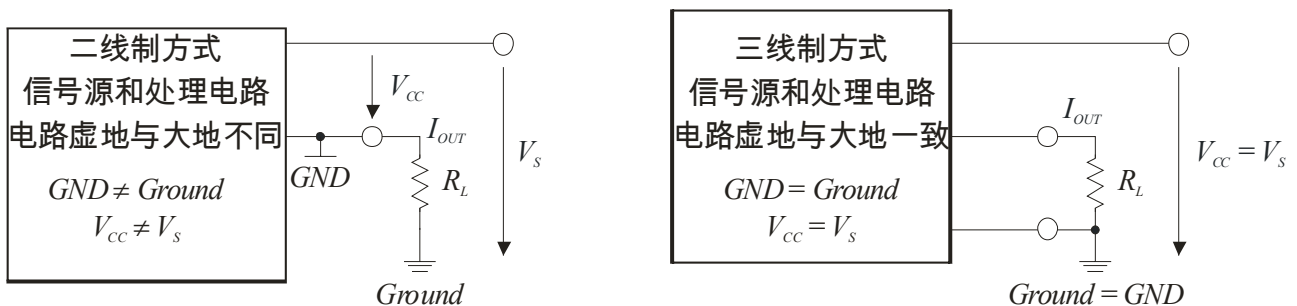
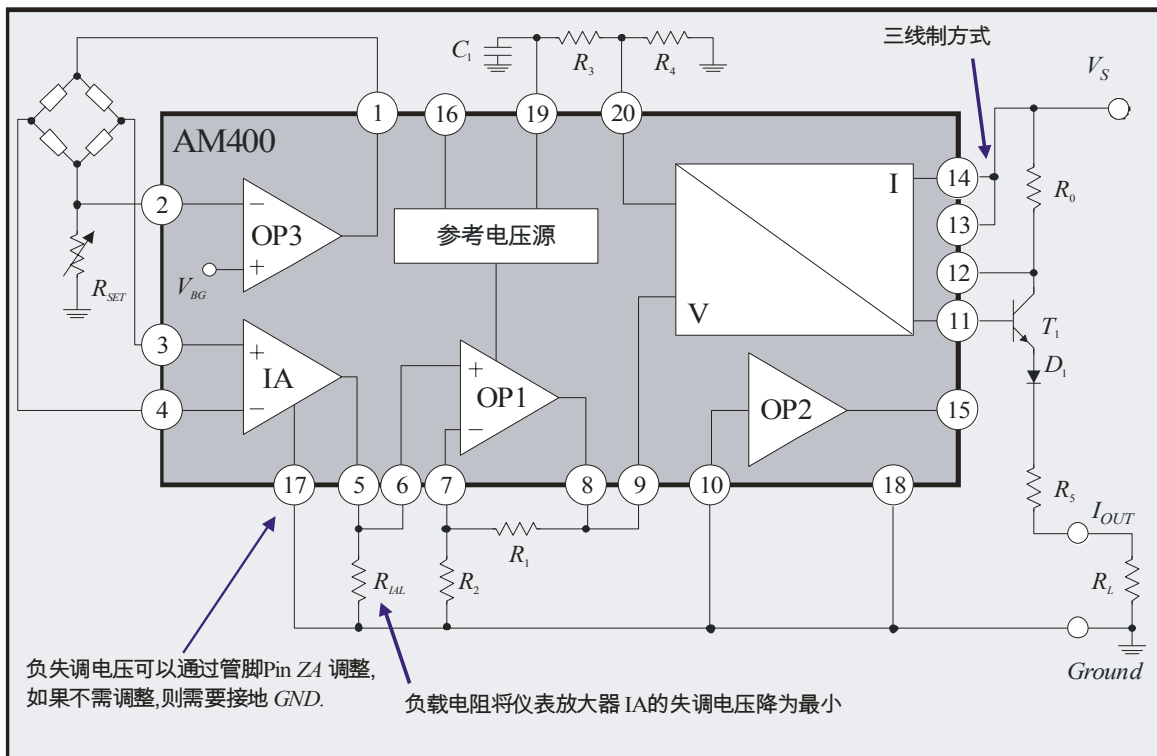
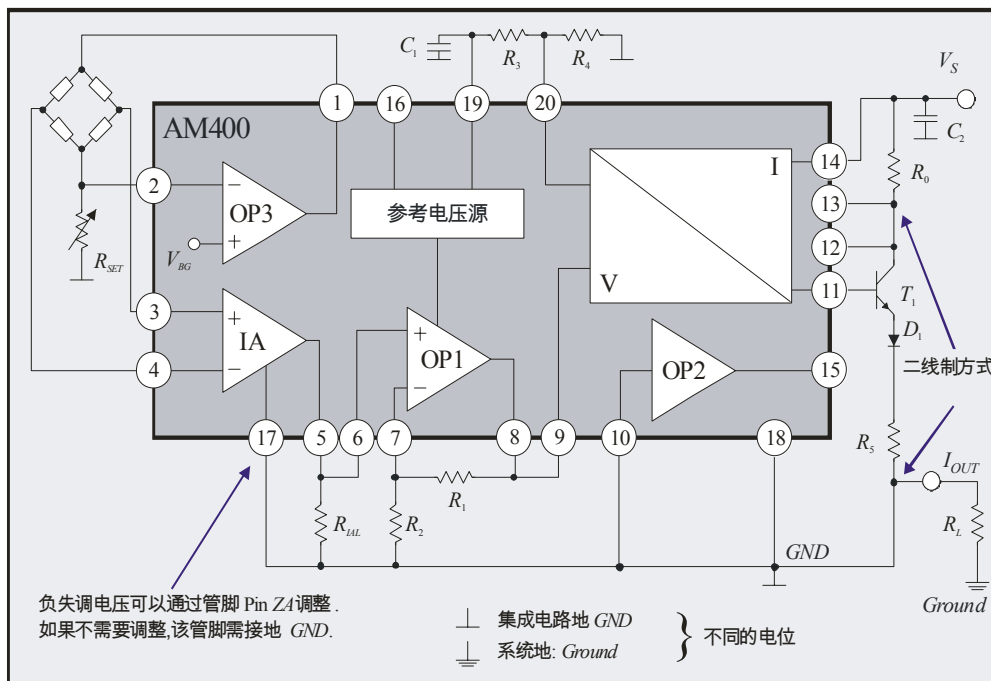
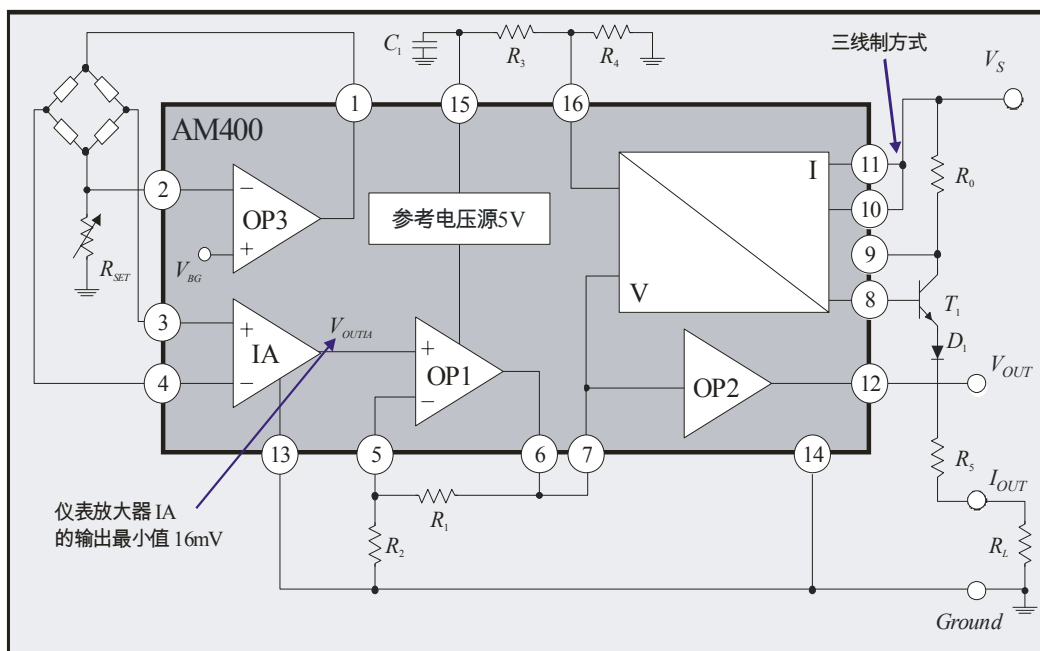

图 3: 二线制或三线制电流输出的区别
图 5: 用于差分信号处理的三线方式电路图
图 7: 典型的二线输出方式用与差分信号输入¹
图 8: 16 管脚封装的 AM400SO 应用电路（三线方式）
4. 一个电压控制的电流输出级提供的电流信号通过一个外接三极管 T_1 输出电流 I_{OUT} 。外接三极管降低了集成电路的耗散功率。当外接电源极性接反的话，二极管将起保护三极管和集成电路的作用。在管脚 SET 处，借助于内置的参考电压通过调节外接电阻 R_3 和 R_4 可以设定输出电流的偏置电流 I_{SET} （图 5）。可以通过调节外接电阻 R_0 来微调输出电流 I_{OUT} 大小。输出电流 I_{OUT} 为：
在三线制（图 3 和图 5）电流输出中，集成电路的接地（管脚 GND）是与外界系统的大地相连接的。系统的供电电压 V_S 是与管脚 10VCC 和管脚 11RS+相连接的。
在二线制（图 3 和图 7）电流输出中，系统的供电电压 V_S 是与管脚 11RS+相连，管脚 10VCC 与管脚 9RS-相连。集成电路的接地（管脚 GND，亦称虚地）与 R_5 和负载电阻 R_L （电流输出 I_{OUT} ）相连接。此处集成电路的接地（虚地）与外界系统的大地是不同的。输出电流的信号是通过负载电阻上的压降来取得。集成电路的供电电压 V_{CC} 是随着输出电流而变化的，计算式子如下：
因为在二线制电流输出中，负载电阻 R_L 是串联在电路回路中的。图 3 给出了二线制和三线制的区别。
在输出电流偏置调整时第一步必须将仪表放大器的输入端短接($V_{IN} = 0$)，同时要注意仪表放大器的输入端要处于电路参数表内给出的输入共模电压 $CMIR$ 范围之内。如果输入端短接 ($V_{IN} = 0$)，此时输出电流 $I_{OUT} = I_{SET}$ 由下式表示，根据方程4和调节分压电阻 R_3 和 R_4 ，偏置电流输出为 (见图 5)：
在三线方式工作时（比如图 5），集成电路的地（管脚 GND）要与外界系统的大地 Ground 相连。系统的工作电源 V_S 与管脚(VCC)和管脚(RS+)相连。图 5 中所示的是用电流源作激励的电桥差分信号转换成三线方式输出的电路。激励电流源是通过运算放大器 OP3 来实现的。电流源的输出电流 I_S 可通过外接电阻 R_{SET} 来调整：
图 7 是一个典型的二线方式输出的电路图。电桥传感器通过恒流源供电并输出差分信号，经过仪表放大器 IA 和运算放大器 OP1 放大后由电压电流转换电路 V/I 输出电流信号。电桥传感器的激励电流由运算放大器 OP3 提供。电流 I_S 可以通过电阻 R_{SET} 调整，计算方法根据公式13。二线输出方式的输出电流计算方法是根据公式4：
图 8 是一个贴片封装的 AM400SO16 应用电路图（三线方式）。与图 5 的三线方式电路图所采用的计算方法没有什么不同，所以不再做详细的介绍。有一个区别就是仪表放大器的输出端不再外接，而在内部连接，使仪表放大器的最小电压输出无法通过外接电阻 R_{LIA} 减小。当较小满度信号的传感器的零点电压输入时，通过各个放大器的放大使电压输出端 V_{OUT} 无法输出较好的零点电压。（见电路参数表中 V_{OUTIA} ）